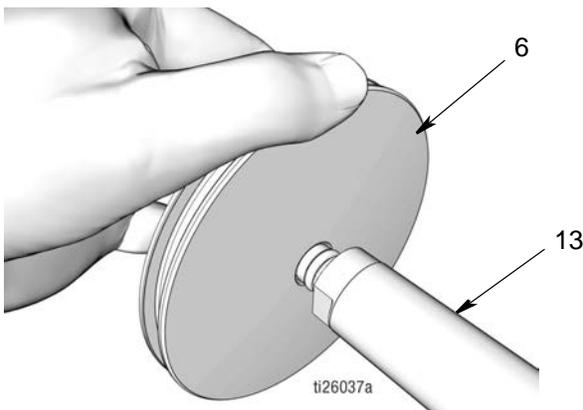

图 46
- c. 推活塞 (6) 在活塞杆 (13) 的端头上，直至其位于杆上 (图 46)。